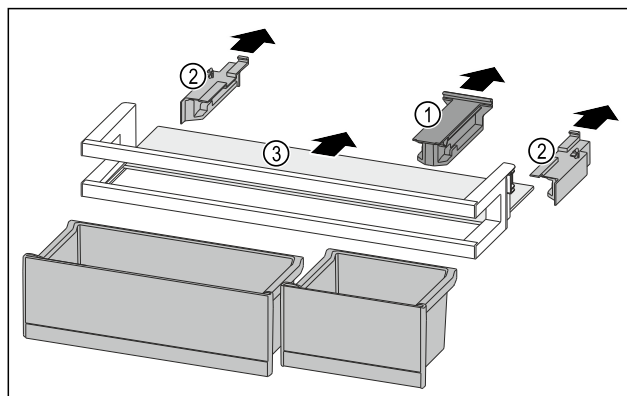

Fig. 148
- ▶ Halteteil Fig. 148 (1) abziehen.
- ▶ Seitenteile Fig. 148 (2) abziehen.
- ▶ Abstellfläche Fig. 148 (3) entnehmen.